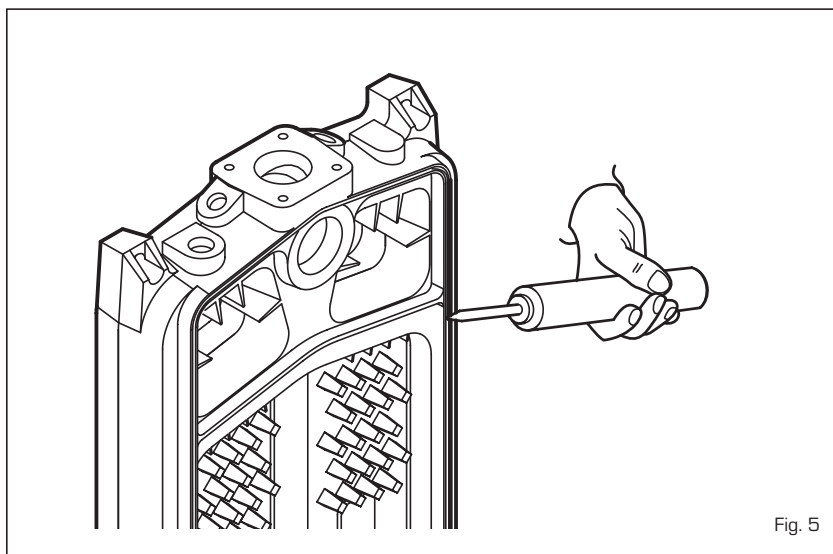

Fig. 5
- stendere il cordone di silicone [fig. 5] nella gola prevista per la tenuta fumi della testata posteriore;